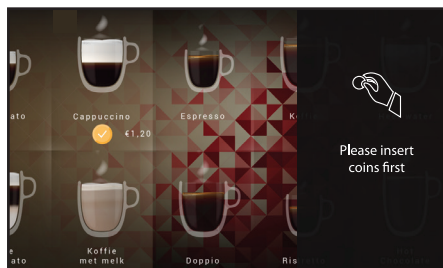

図4.11 - 支払いシステムを使ってドリンクを入れる
1. 支払いシステムに十分な現金またはe-キャッシュを入れます (図 4.11)。